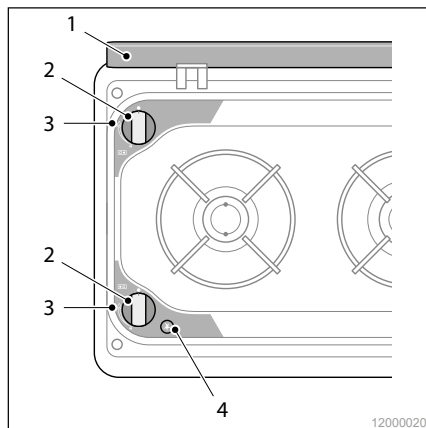

Abb. 33 Gaskocher
2. Glasabdeckung (Abb. 33/1) des Kochfelds hochklappen.
3. Zum Anzünden des Brenners den entsprechenden Drehknopf (Abb. 33/2) in der Griffmulde im Kochfeld eindrücken und eingedrückt halten, dabei in die Position „große Flamme“ (Abb. 33/3) drehen.
4. Das ausströmende Gas mit dem Zünder (Abb. 33/4) entzünden und den Regler noch etwa 5 bis 7 Sekunden eingedrückt halten. Wird den Regler zu früh losgelassen, kann die Flamme erlöschen. In diesem Fall den Zündvorgang wiederholen.